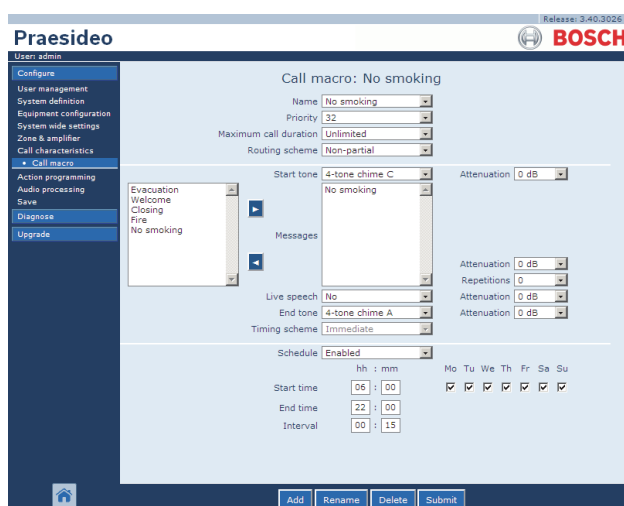

figura 47.2: Nuova macro annunci, passaggio 1
- 1 Passare a *Configure > Call characteristics > Call macro*. Nella cornice principale dell'interfaccia web, appare una schermata simile a quella in figura 47.2.